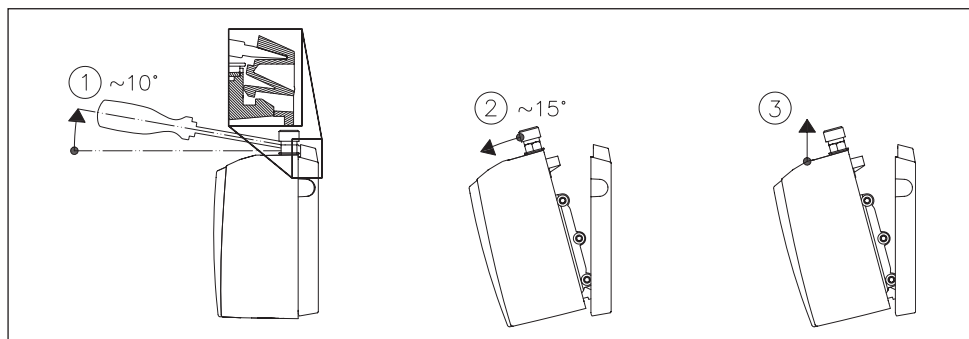

Abb. 15: »Gerät von Wandhalter trennen«
5. Stecken Sie zum Lösen des Gerätes eine breite Schraubendreherspitze bis zum Anschlag in die Wandhalterverriegelung zwischen den Wasseranschlusstücken und drücken Sie die Verriegelung leicht nach oben. Kippen Sie das Gerät maximal 15° nach vorne und entnehmen Sie es nach oben (siehe Abb. 15).